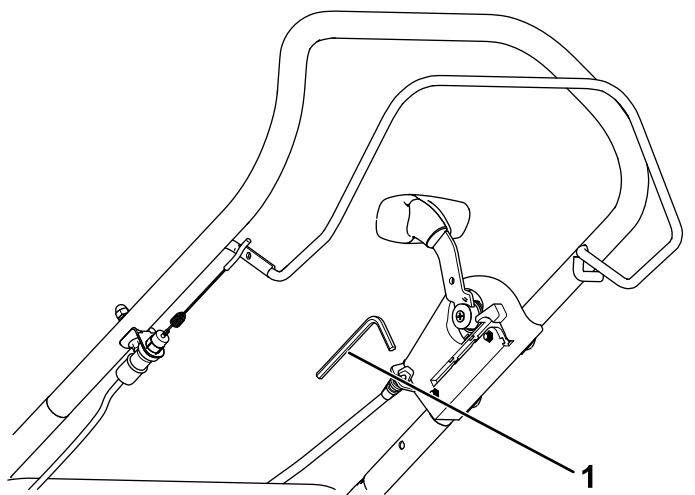

Figura 18
2. Remova a chave sextavada do conjunto da alavanca de transporte (Figura 18).